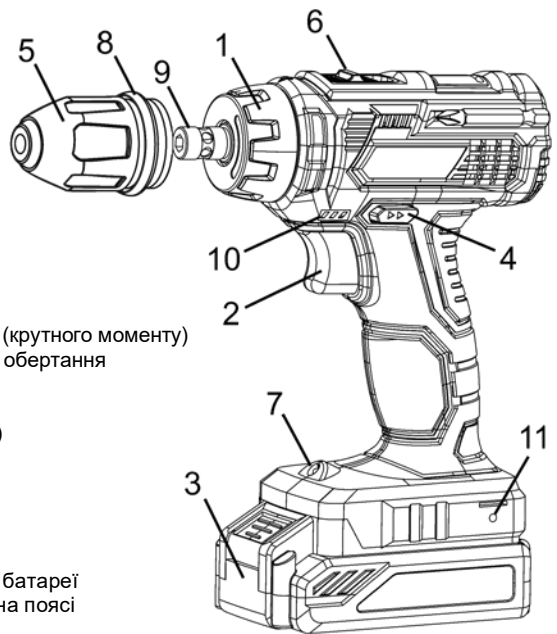

Рисунок 1
4.3 Для ввімкнення виробу натисніть на клавішу вимикача (2) (рисунок 1). Для вимкнення виробу слід відпустити клавішу. Регулювання швидкості обертання патрону здійснюється ступенем натискання на клавішу вимикача.